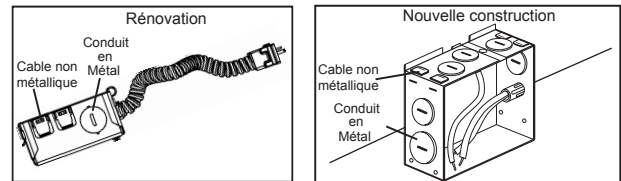

Figure 15
Étape 2. Retirez le couvercle du boîtier du compartiment. Retirez la ou les entrées défonçables nécessaires au type d'alimentation électrique employé (Fig. 15).